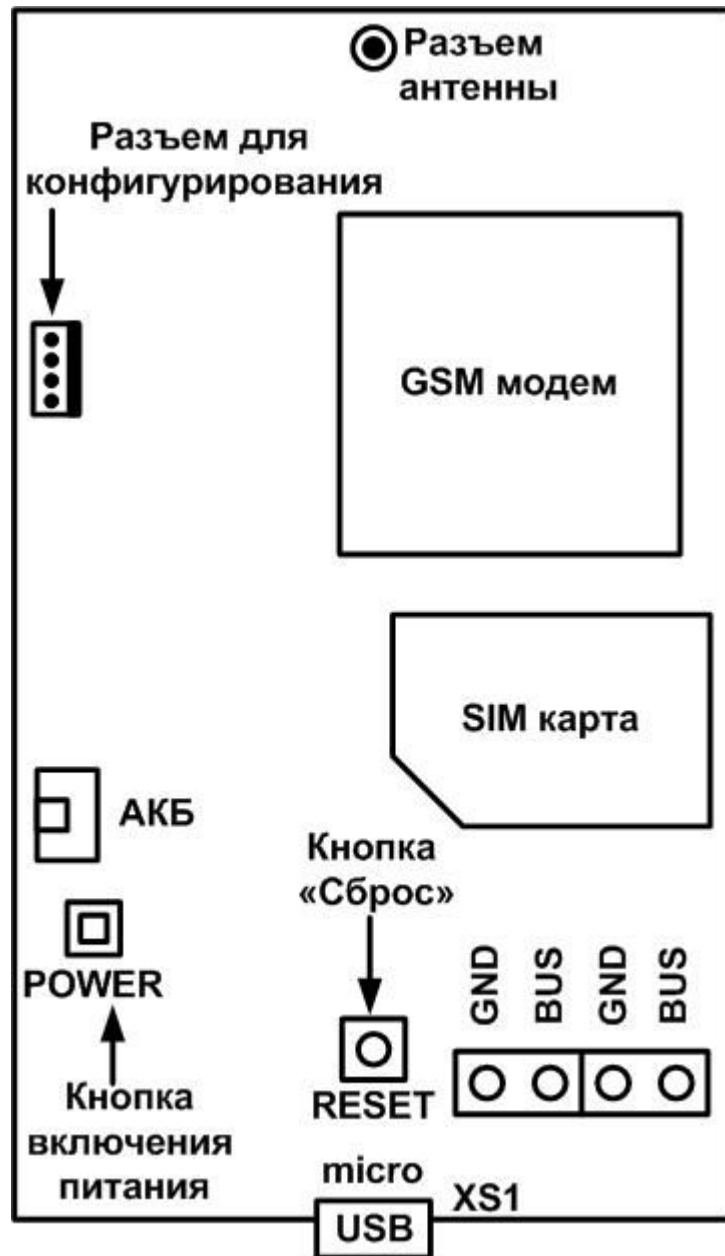
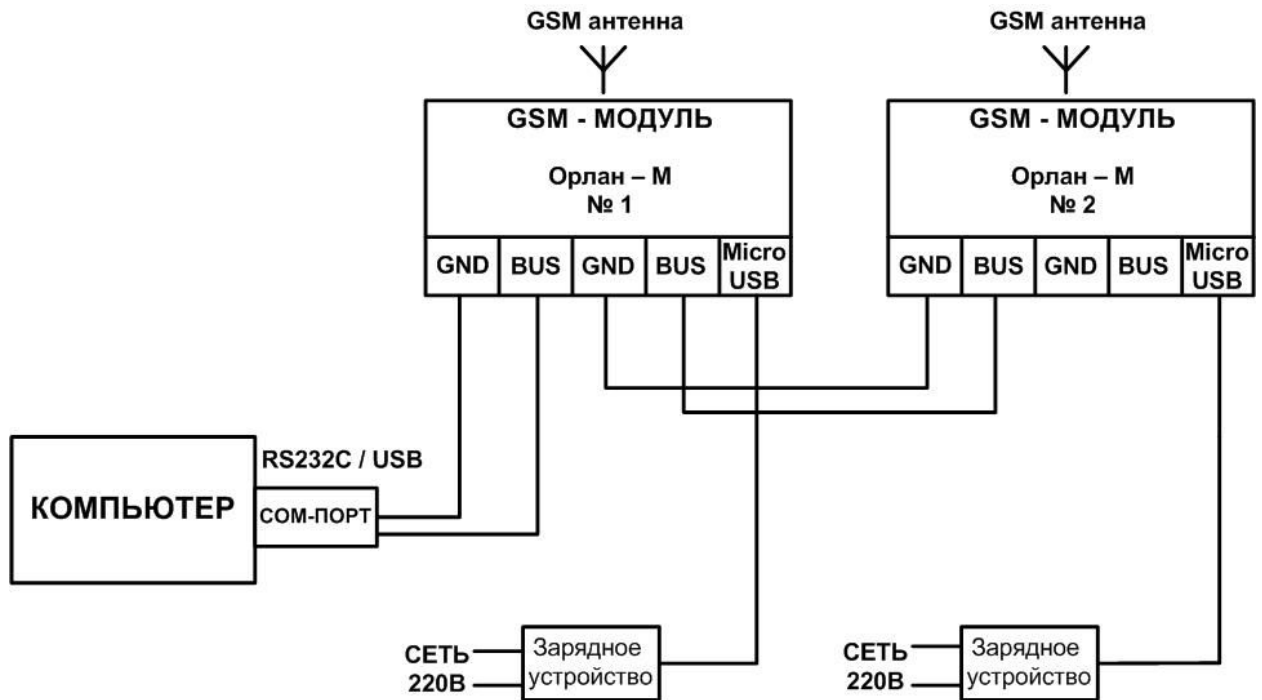

Рисунок 3. Общий вид платы «Орлан-М11» модуля «Орлан-М»
Рисунок 4. Схема подключения модулей «Орлан-М»
На модуле «Орлан-М» имеется разъем для присоединения источника питания, кабеля для межмодульных соединений и кабеля сопряжения с ПК (RS-232C или USB), разъем подключения выносной антенны и разъем для конфигурирования (см. рисунок 3).
На основной плате модуля «Орлан-М» имеются клеммы для присоединения наружных проводов и кабелей (рисунок 3) и схему подключения (рисунок 4).
- Дождаться момента, когда непрерывно загорится красный светодиод. В случае, если этого не произошло в течение 10 сек, нажать кнопку Reset (кнопку «Сброс») на 2 сек (см. рисунок 3).
- Подать питание на модули, нажав кнопки включения питания (см. рисунок 3);